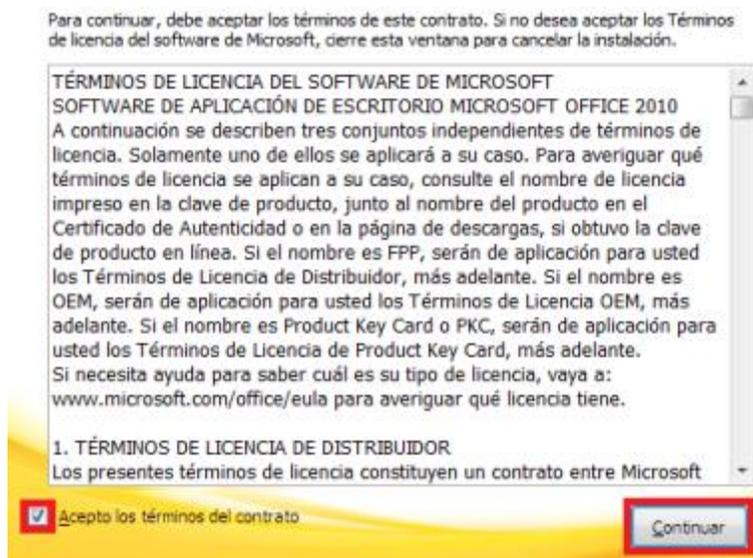

FIGURA 27 TÉRMINOS DE LICENCIA DE OFFICE 2010
5. Lee atentamente los Términos de la licencia, marca la opción Acepto los términos del contrato y haz clic en el botón 'Continuar' (Figura 27).